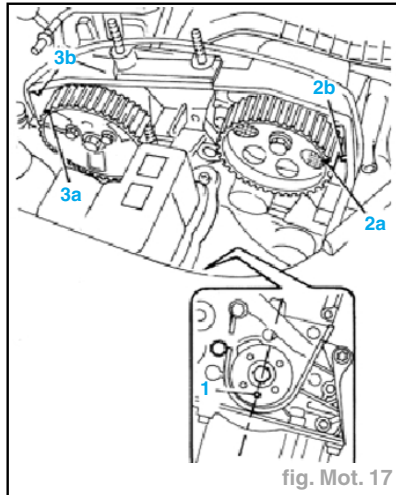

fig. Mot. 17
- Amener le moteur au PMH sur le cylindre n°1 (PMH approximatif) en vérifiant que le pion de centrage (1) de la pompe sur le vilebrequin est dans l'axe du moteur et tourné vers le bas (fig. Mot. 17).